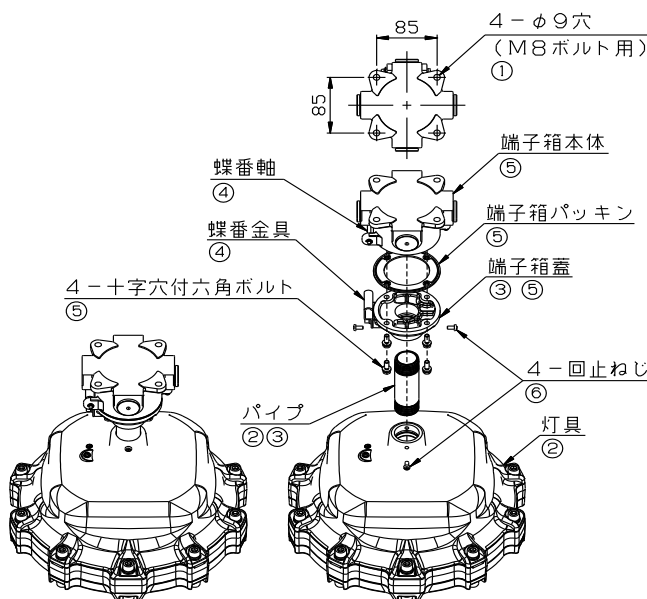
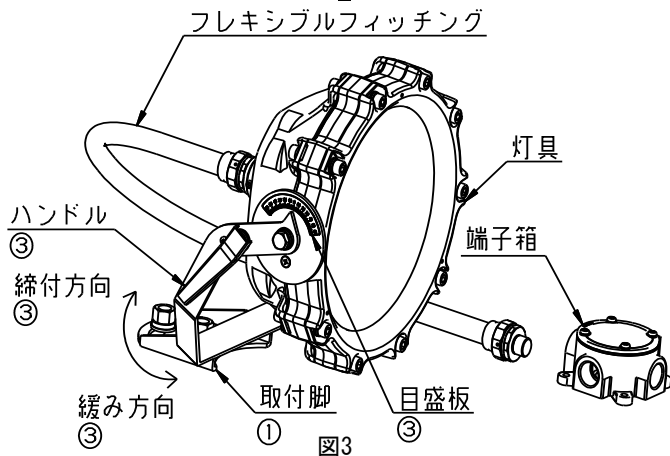
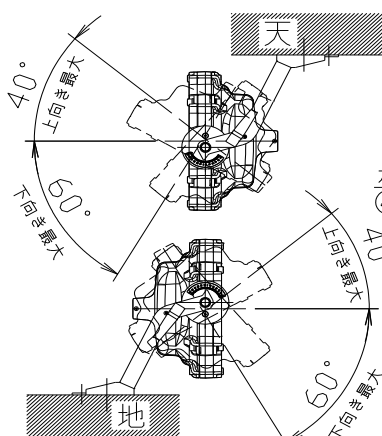
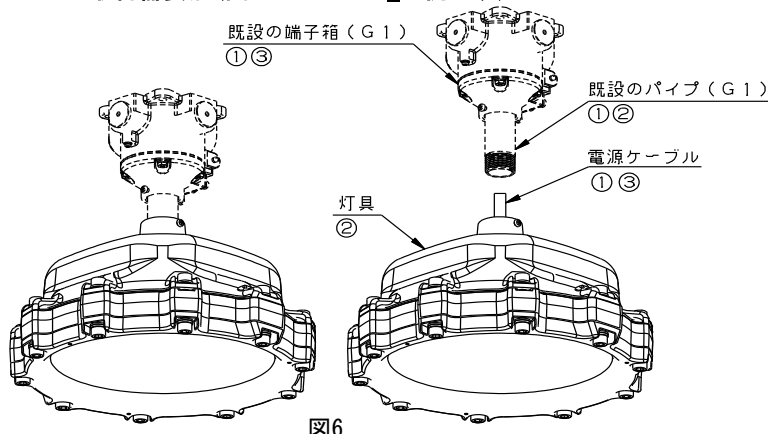

図1
図3
図4
図6
■直付形、パイプ吊形、ブラケット形(図1: LZIB130841の例です)
- ⑦ 別紙施工説明書である「ショートニップル施工説明書」を参照しながらショートニップルおよび端子箱を取り付けてください。端子箱の取付寸法は、図1を参照してください。
- ⑧ スタンドポールを、支持金具(納入外)及び所定の端子箱取付ねじにて完全に固定してください。
- ⑨ 電源ケーブル(白・赤:電源線、黒:アース線)を端子箱まで通し、端子箱内で結線を行ってください。
■投光器形(図3: LZIB13087の例です)
- ※ 取付け面については、図4を参考に指定された取付け方向にて取付けてください。また、壁面にも取付けが可能です。
- ② 電源ケーブル(白・赤:電源線、黒:アース線)を端子箱内で結線してください。
- ※ 端子箱の取付寸法については図1を参照して取付けてください。
- ③ 灯具の傾きを設定する場合、両手でハンドル操作を行ってください。時計回りが締付ける方向で反時計回りが緩む方向です。ハンドルを緩めて傾きを決定します。傾きが決定したら、ハンドルを締付けて灯具を固定してください。目盛板は図の通りです。
- ④ 灯具の傾きは上向き40° から下向き60° の範囲で設定してください。左右は各45° の範囲で設置してください。
■取替需要形(図6 : LZIB13082の例です)